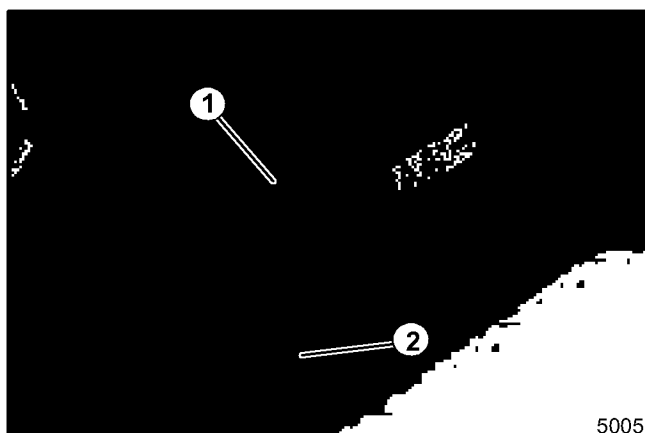

Figure 2. Attacher le manche au châssis
3. Attacher le manche aux languettes de montage sur le châssis à l'aide de deux vis et rondelles de blocage de 1/2-13 x 1 (voir la figure 2).
4. Monter les bras latéraux au manche à l'aide de 2 vis à flasque de 3/8-16 x 1 et deux écrous à flasque. Attacher les bras au châssis à l'aide de deux vis à flasques de 3/8-16 x 1 (voir la figure 2).